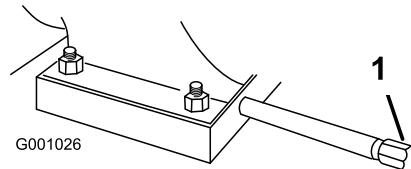

Bild 40
2. Reinigen Sie den Bereich um die Ölabblassschraube (Bild 40).